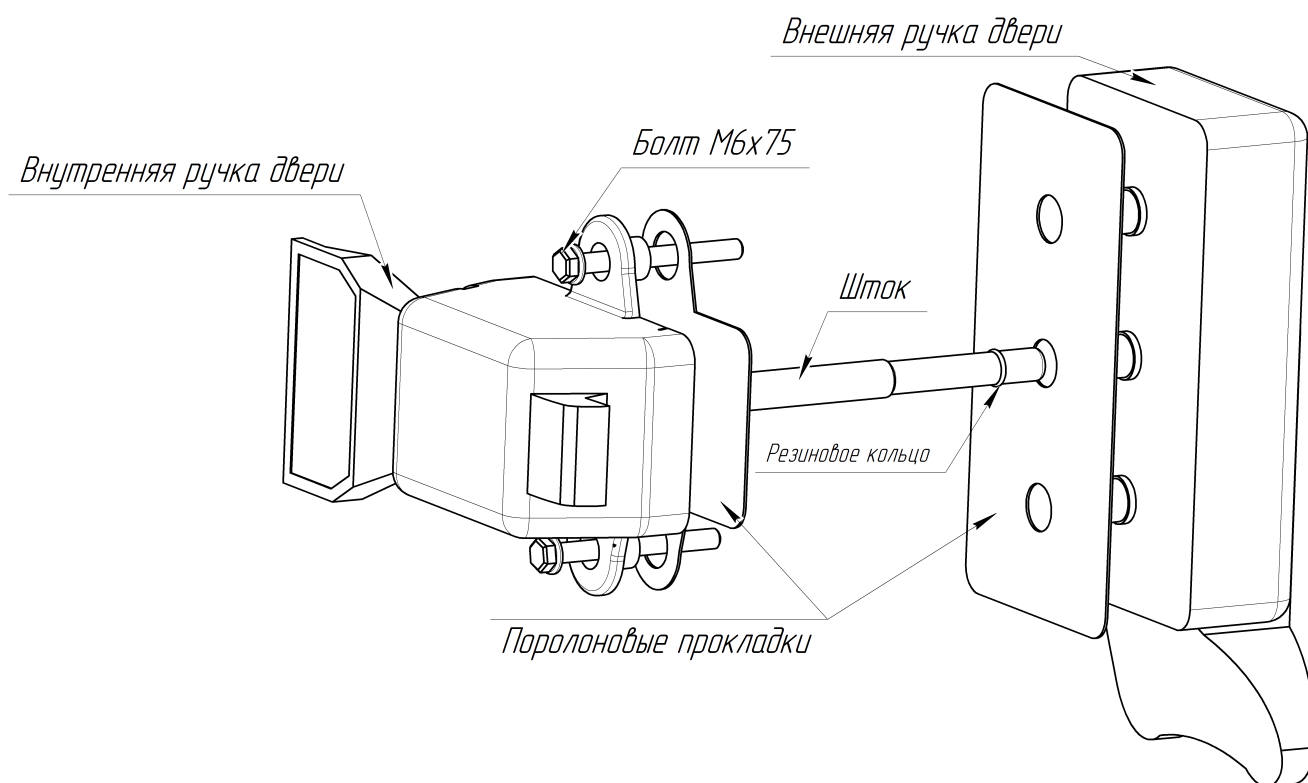

Рис. 1. Сборка ручек двери с замком.
5.2.13. Установка ручки двери с замком производится следующим образом (рис. 1):